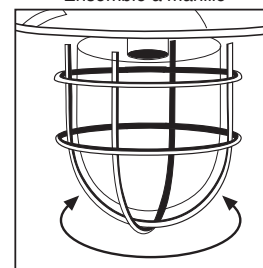

Figure 6
- Si l'applique est à verrerie vissable, dévisser cette dernière en la tournant dans le sens antihoraire, insérer la ou les ampoules et revisser la verrerie en place (voir la figure 6).